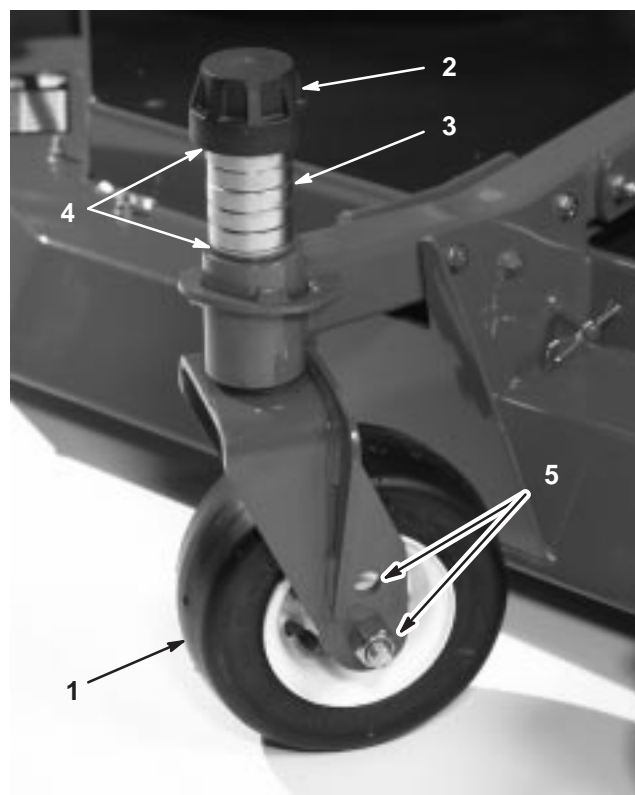

Bild 10
3. Entfernen Sie die Spannkappe von der Spindelwelle (Bild 10) und schieben die Spindel aus dem Lauf radarm. Ziehen Sie zwei Beilagscheiben (1/8") so auf die Spindelwelle, wie sie ursprünglich montiert waren. Diese Beilagscheiben sind erforderlich, um alle Schneidwerke über die Breite auf ein Niveau zu bringen. Ziehen Sie die erforderliche Anzahl von 13 mm-Distanzstücken (siehe die nachstehende Tabelle) auf die Spindelwelle, um die gewünschte Schnitthöhe herbeizuführen; ziehen Sie dann die Scheibe auf die Welle auf.